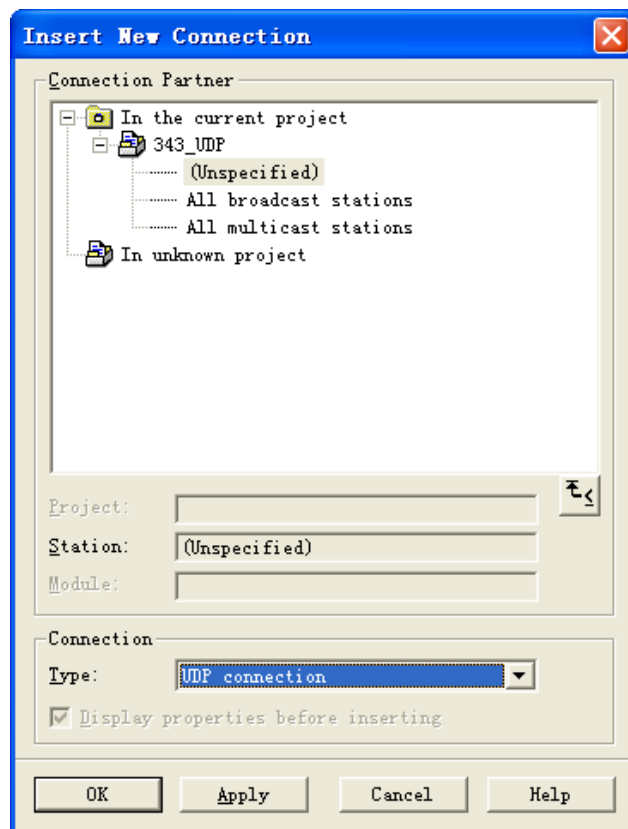

图 1.1.14
(3)、单击 Insert->New Connection 后会弹出如图 1.1.14 所示的界面，在这里选择 Unspecified，在下面的 Type 的下拉列表中选择 UDP connection，选择后左键单击 Apply 按钮。